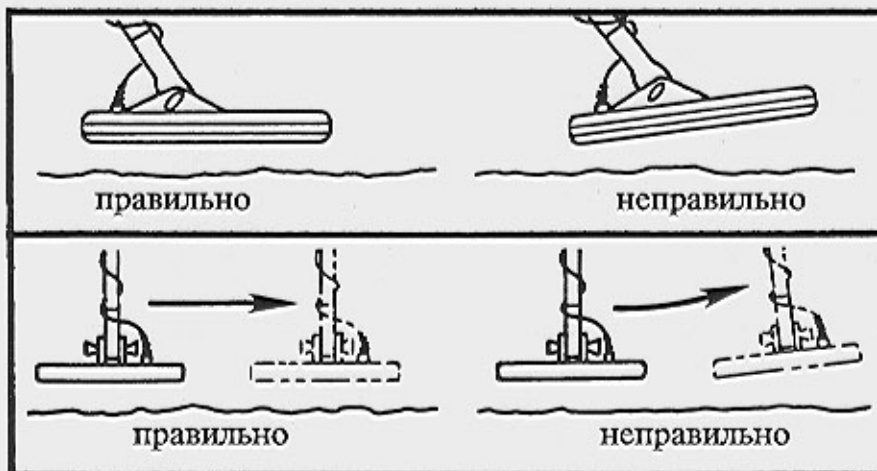

Рис. 6. Держите катушку все время параллельно грунту и близко к нему
6. Держите катушку все время параллельно грунту и как можно ближе к нему (рис. 6). Это особенно важно для максимального захвата и глубины. Если вы работаете на лужайке, вы можете положить катушку на траву и перемещать ее прямо по траве.